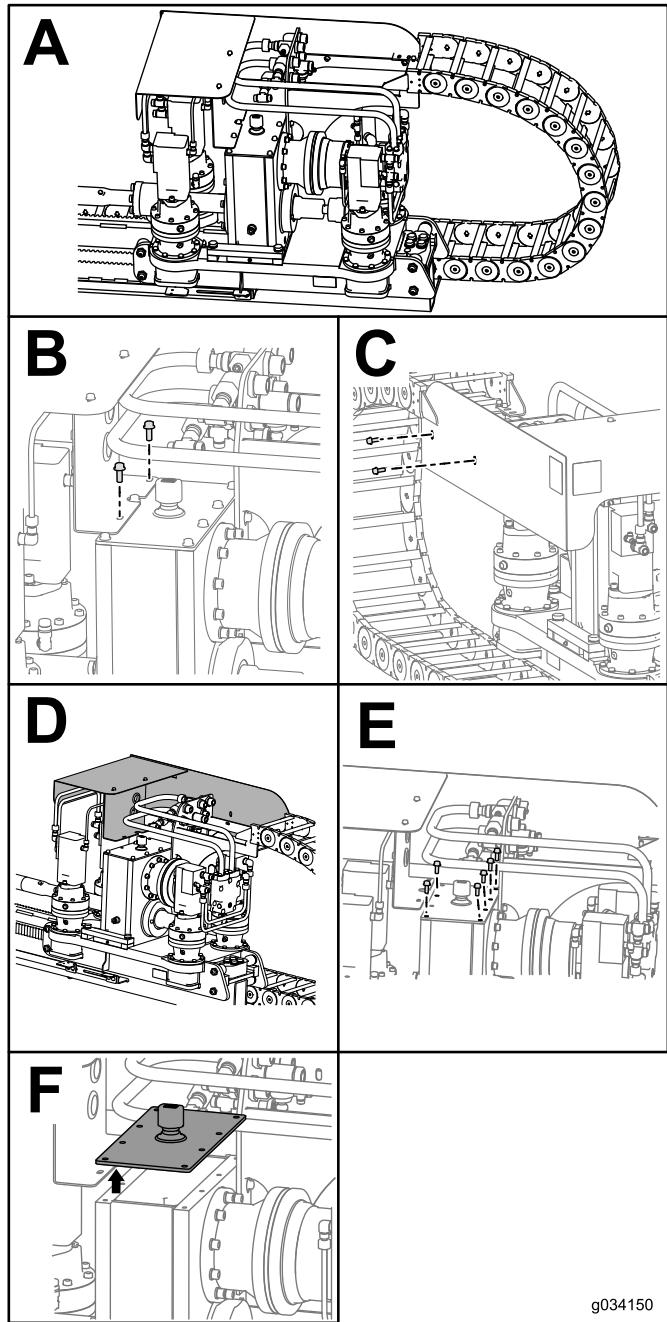

Bild 104
- Entfernen Sie die zwei Schrauben und Muttern an der Schutzvorrichtung des Fahrgestells (Abschnitt B in Bild 104).
- Entfernen Sie die zwei Schrauben und Muttern an der Seite der Schutzvorrichtung des Fahrgestells (Abschnitt C in Bild 104).
- Schieben Sie die Schutzvorrichtung des Fahrgestells nach vorne (Abschnitt D in Bild 104).
- Entfernen Sie die sechs Schrauben am Getriebe (Abschnitt E in Bild 104).
- Entfernen Sie die Abdeckung am Getriebe und saugen das Öl ab (Abschnitt F in Bild 104).
- Schieben Sie die Abdeckung wieder auf das Getriebe und setzen Sie die sechs Schrauben lose ein (Abschnitt E in Bild 104).
- Setzen Sie die Abdeckung des Fahrgestells wieder auf und setzen die zwei Schrauben lose ein (Abschnitt C in Bild 104).
- Setzen Sie die zwei Schrauben ein, mit denen die Abdeckung des Fahrgestells am Getriebe befestigt ist (Abschnitt B in Bild 104).